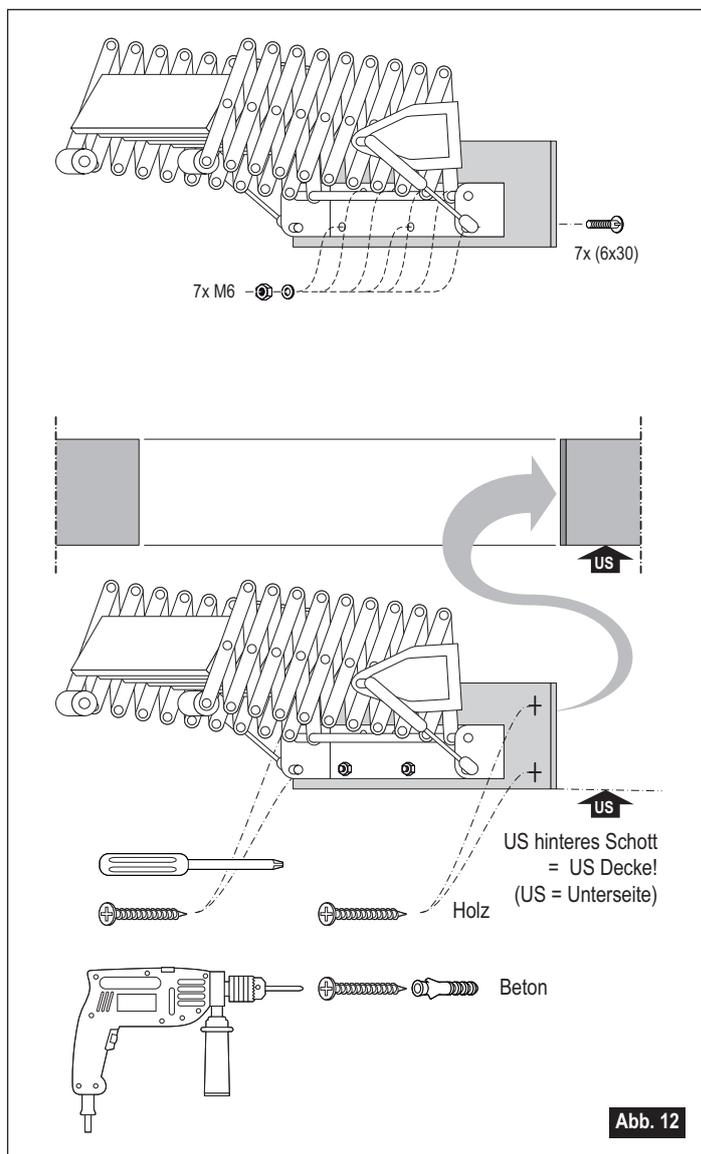

Abb. 12
- Montieren Sie das maßgefertigte, im Lieferumfang enthaltene Schott an der Rückseite der Scherentreppe; verwenden Sie dazu die 7 mitgelieferten Schraubenbolzen 6 x 30 mm und die Muttern M6 (Abb. 12).
*Unterseite hinteres Schott = Unterseite der Decke! (Abb. 12)*